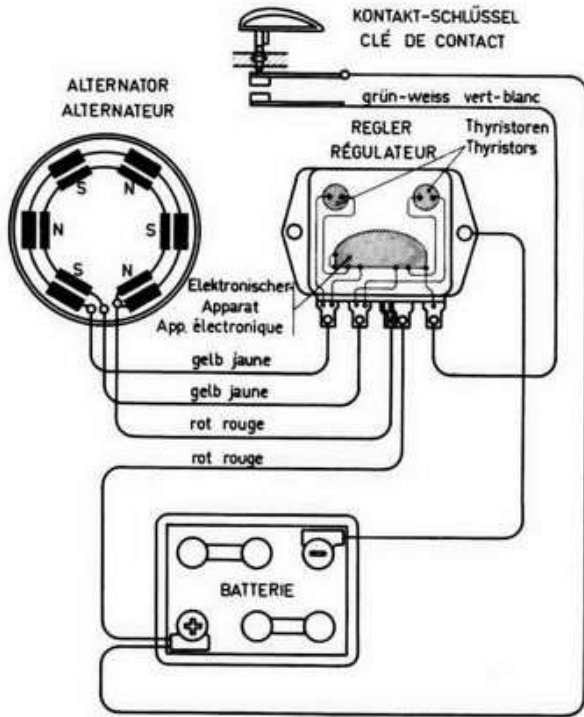

Fig. 3
4. BATTERIE - LADEEINRICHTUNG (Fig. 3)
4. INSTALLATION DE RECHARGE DE LA BATTERIE (fig. 3)